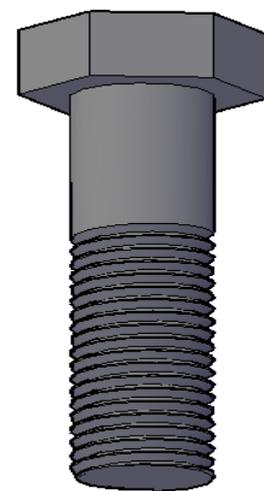

Рис. 8.14.
**33.** С помощью команды 3D-Орбита рассмотреть полученный болт (рис. 8.14).